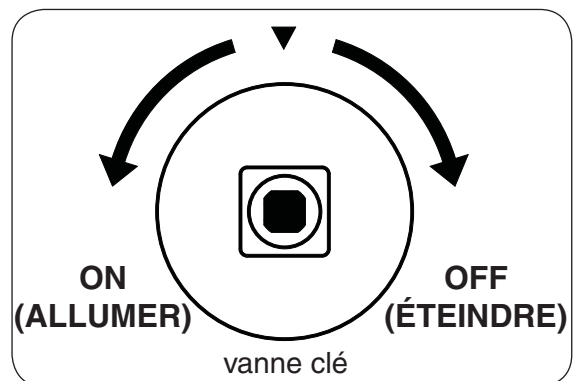

Fig. 20-2
4. **Une fois que le match est en feu et en position**, tourner lentement la vanne clé dans le sens antihoraire vers la position **ON (allumer)** jusqu'à ce qu'il ne tourne plus (voir Fig. 20-2). Votre brûleur devrait s'allumer.
Pour éteindre votre brûleur à gaz, insérez la clé dans la valve touche et tournez la valve dans le sens horaire vers la position d'arrêt jusqu'à ce qu'il ne tourne plus (voir Fig. 20-2). Assurez-vous que le bouton de commande est tourné à fond au large pour éviter toute fuite de gaz.